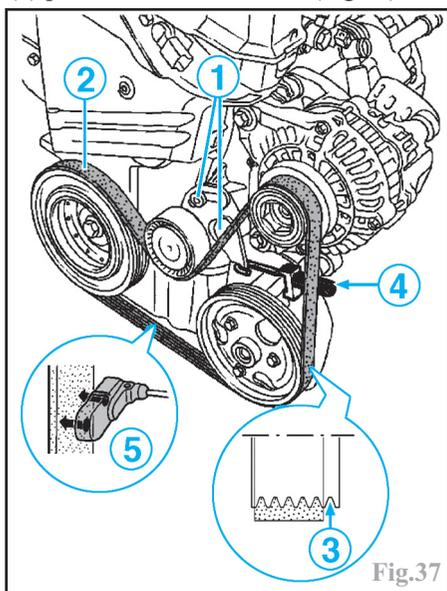

Fig.37
Détendre la courroie d'accessoires en desserrant les vis de fixation du galet tendeur (1) pour basculer ce dernier (Fig.37).
En cas de montage d'une courroie à 5 pistes, veiller à laisser libre la gorge intérieure de la poulie folle (sans clim.) ou de la poulie du compresseur (avec clim.) (3) (Fig.37 et 38)
-remplacer le galet tendeur ainsi que ses vis de fixation (M8 x 20) (1) (Fig.37)
-tendre la courroie à l'aide de l'outil Renault Mot. 1638 (4) (vis de fixation du galet tendeur desserrées) jusqu'à obtenir la valeur prescrite et en la contrôlant à l'aide d'un fréquencemètre One-Too Diapaz ou Diapaz Mini (outil Renault Mot. 1505 ou Mot. 1715) placé devant le brin inférieur de la courroie (5).
-serrer les vis de fixation (1) du galet tendeur au couple prescrit.